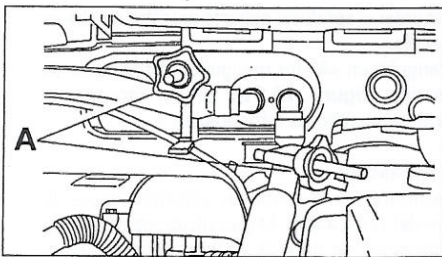

FIGURA 10-11
- Estrangular en «A» los manguitos del radiador de calefacción (figura 10-11). Si no, proceder al vaciado del circuito de refrigeración.